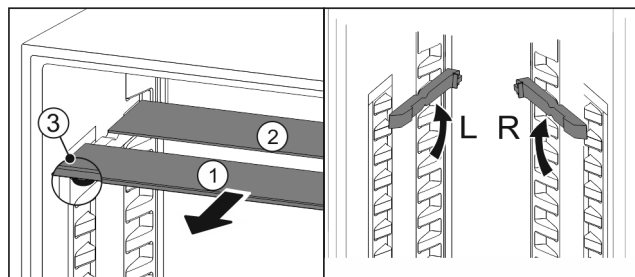

Fig. 104
- ▶ Skleněné desky jednotlivě vytáhněte dopředu Fig. 104 (1).
- ▶ Skleněná deska Fig. 104 (1) s ozdobnou lištou leží vpředu.
- ▶ Zářezky Fig. 104 (3) směřují dolů.